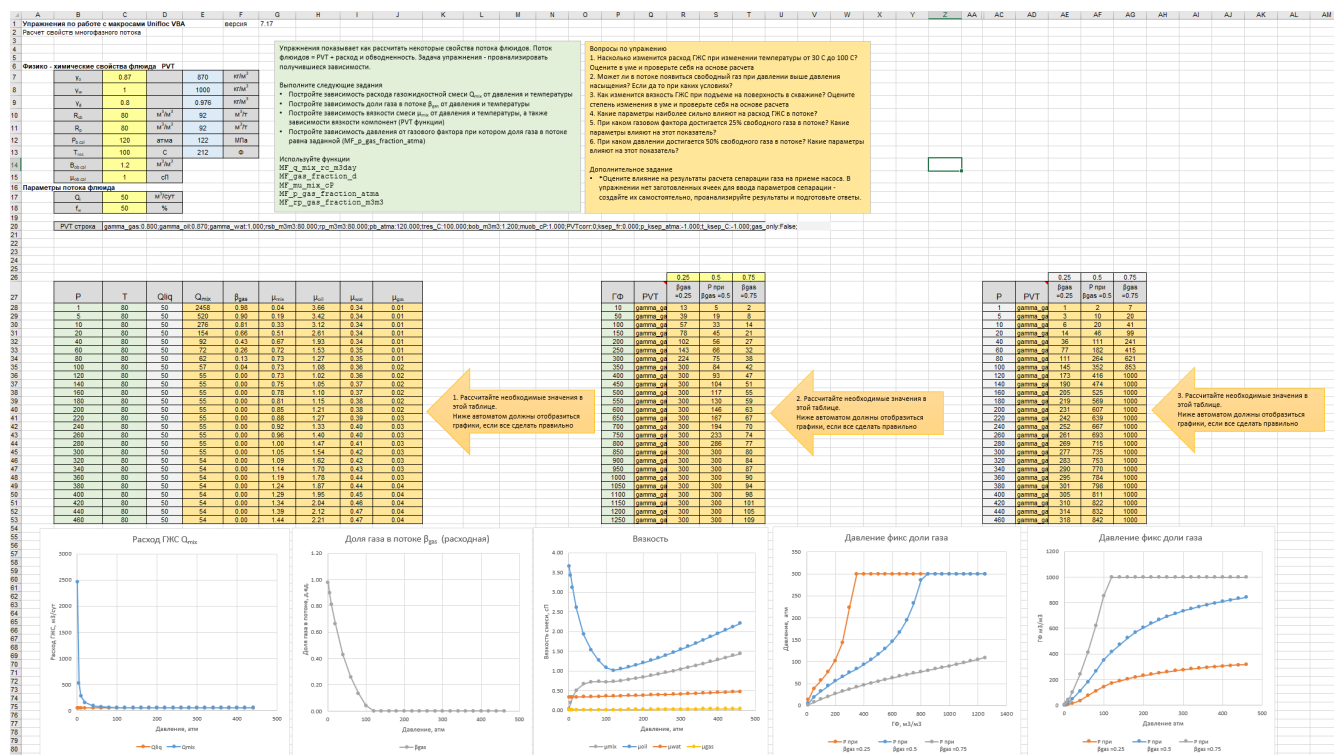

Рис. 1.7 — Упражнение ex011.Gas_fraction.xlsm со всеми заполненными полями
1. Откройте файл с упражнением 10.PVT.xlsm (смотри рис. 1.7).